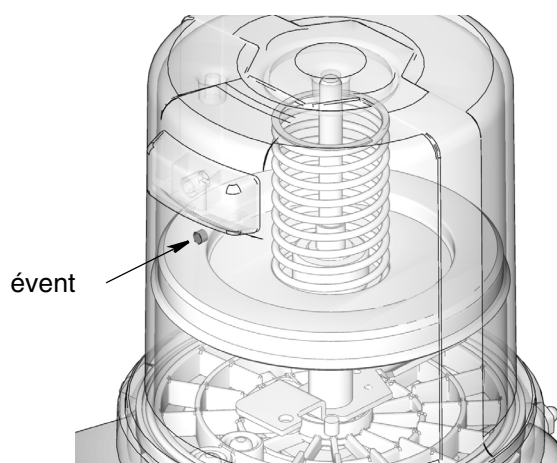

FIG. 24
3. Remplir le réservoir avec de la graisse jusqu'à ce que le joint de la plaque suiveuse perce l'évent (FIG. 24) et que la majorité de l'air soit expulsée du réservoir.